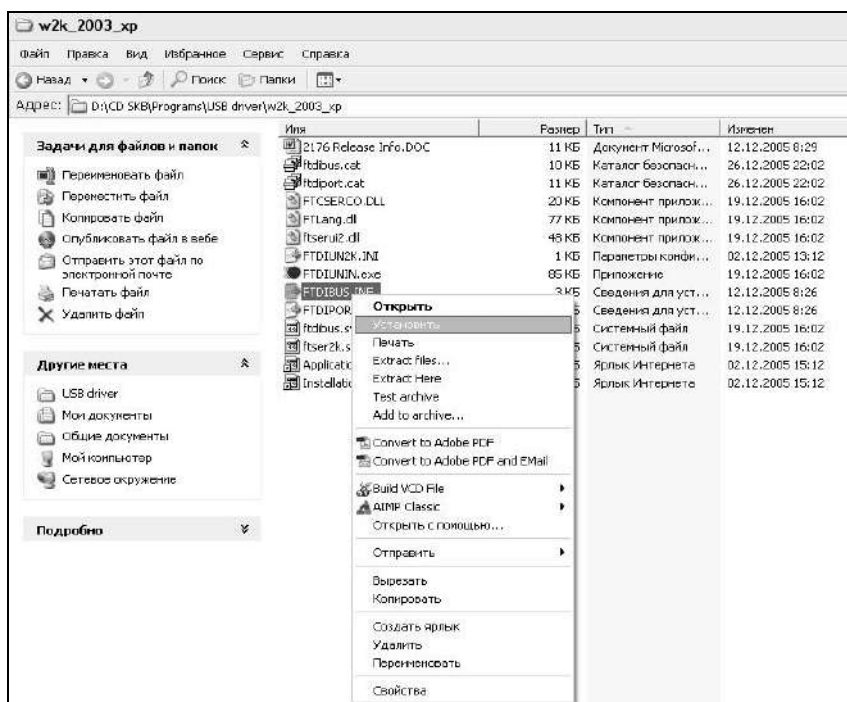

Рисунок 2.5.3 – Окно ручной установки драйвера
- нажать правой клавишей мыши на файле FTDIBUS.INF в выпадающем меню выбрать пункт «Установить» (рисунок 2.5.3);